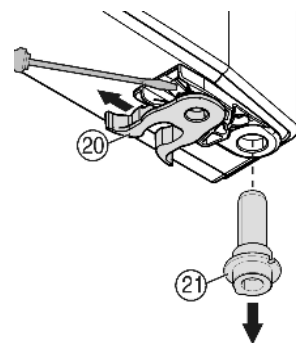

Fig. 8
- Przenieść zacisk sprężynowy Fig. 8 (20): Zatrząsk przycisnąć w dół, przy tym zdjąć zacisk sprężynowy.
- Trzpień zawiasu Fig. 8 (21) wyjąć z tulei drzwi i razem z podkładką założyć po przeciwnej stronie. Zatrząsk musi wskazywać do wewnątrz drzwi, a nacięcia do zewnątrz.
- Drzwi założyć na dole, a trzpień zawiasu Fig. 8 (21) umieścić w płytce zawiasu. Ew. obrócić trzpień zawiasu tak, by się zablokował.